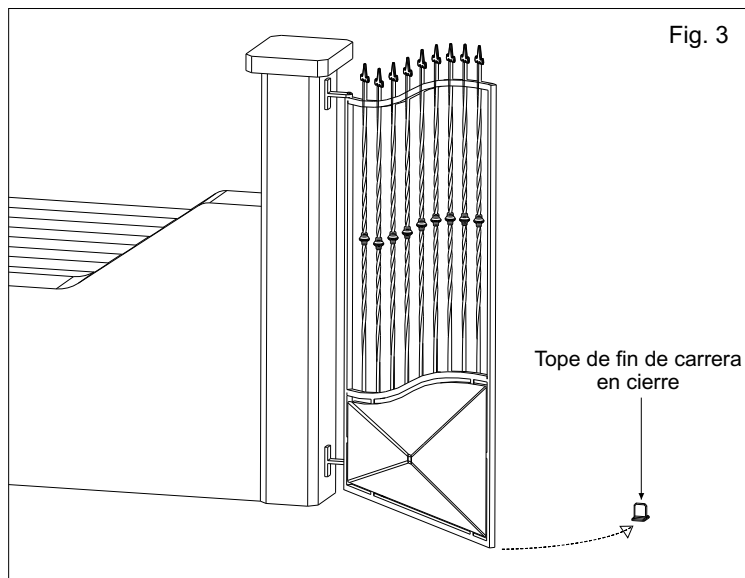

Fig. 3
- en caso de hoja de longitud superior a 1,8 metros y 150 Kg. de peso, es aconsejable fijar al piso un tope mecanico en cierre (Fig. 3).